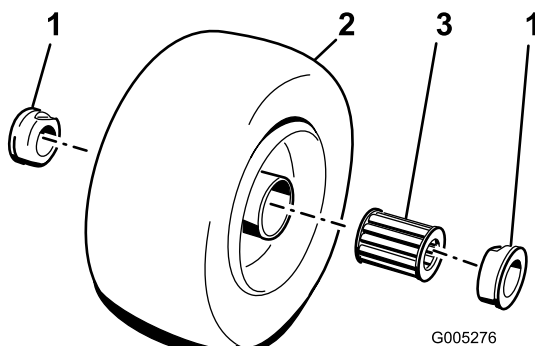

Figura 19
2. Retire um dos rolamentos exteriores do cubo da roda e deixe cair o rolamento interno (Figura 19). Retire o rolamento do lado oposto ao do cubo da roda.